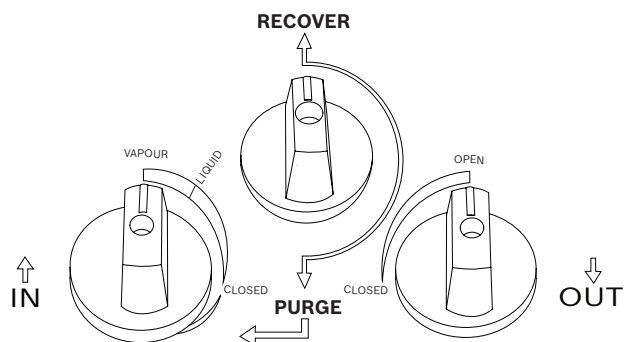

Fig. 4: Posizioni delle valvole per il recupero normale
4. Collegare l'unità RG8.0 / RG4.0 all'impianto sottoposto a manutenzione facendo riferimento alla Fig. 4. Seguire l'ordine descritto di seguito. Utilizzare esclusivamente i tubi flessibili del refrigerante designati che soddisfino le norme locali. Poiché i tubi flessibili devono essere commutati al fine di rimuovere tutto il refrigerante dall'impianto, è necessario utilizzare tubi flessibili con valvole di intercettazione manuale ad entrambe le estremità e le seguenti sono scritte per tali tipi di tubi flessibili
- Collegare un tubo flessibile rosso all'attacco per il liquido (rosso) di un serbatoio di recupero a due valvole e l'altra estremità all'attacco di servizio lato alta pressione dell'impianto C/A o di refrigerazione. È molto vantaggioso disporre di un vetro spia (Fig. 4, Pos. 8) in questo tubo flessibile per monitorare il flusso del refrigerante in fase liquida.
- ⇒ Il refrigerante liquido dovrebbe iniziare a fluire nel serbatoio. Ciò è verificabile con il vetro spia (Fig. 4, Pos. 8). Fare riferimento alla Fig. 4.